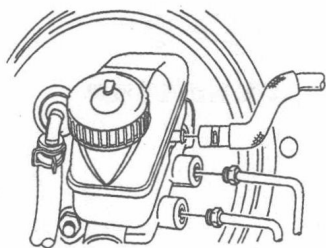
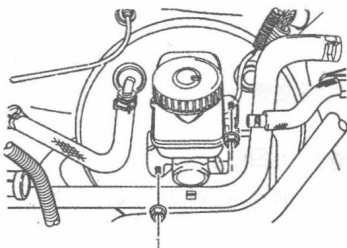

图 1-7 制动管路的断开
图 1-8 拆卸总泵总成
(2) 在装备防抱死制动系统的车辆上，从总泵缸体上断开制动管路。
(3) 在未装备防抱死制动系统的车辆上，从比例阀上断开制动管路。
(4) 在装备手动变速驱动桥的车辆上，从总泵上断开离合器软管插头卡夹。制动管路断开，如图 1-7 所示。
- (5) 塞住制动管路开口，以免制动液流失和污染。
- (6) 从助力器上拆卸连接螺母。
- (7) 拆卸总泵总成，如图 1-8 所示。
- (8) 从助力器壳体上拆卸密封件并报废密封件。
- (9) 排放制动液。